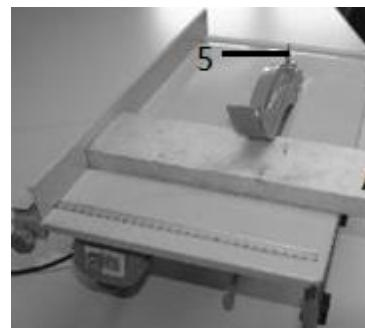

Рис. 8Б
Для большей ширины заготовки, как показано на рис. 8Б: стоите с левой правой стороны настольной пилы, удерживайте заготовку в положении «А» двумя руками и против параллельного упора (7), затем протолкните заготовку к лезвию.